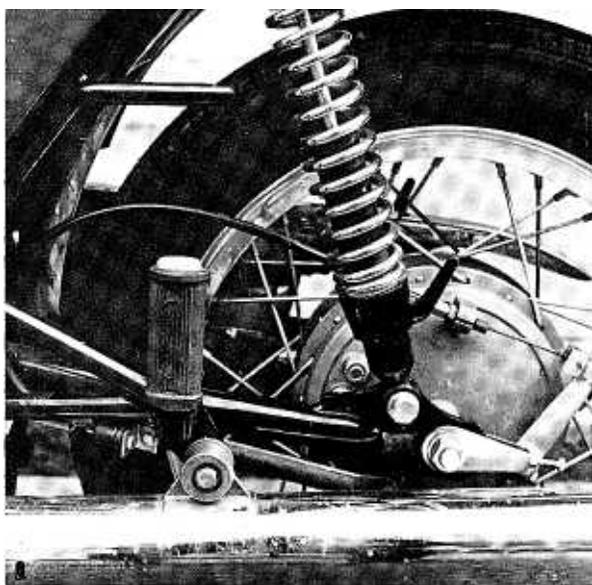

Bild 234
- An den Ceriani-Federbeinen ergibt sich die weichste Einstellung für Solobetrieb bei nach hinten gerichtetem Einstellgriff (Bild 234).